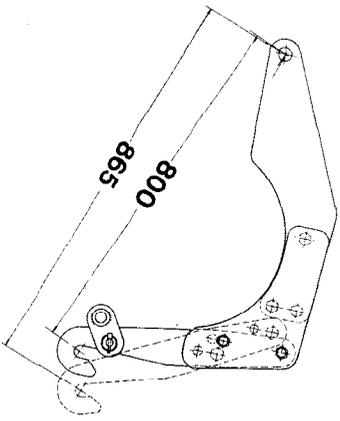

Fig. 44
sind Unterlenkerarm und Fanghaken, wie in Fig. 44 gezeigt, zu verwenden. Der Oberlenker hat eine Einstelllänge von 790 mm bis 1220 mm.
- b) Einstellmöglichkeiten für Kombinationen mit Packerwalze PW 500 nach Fig. 44.